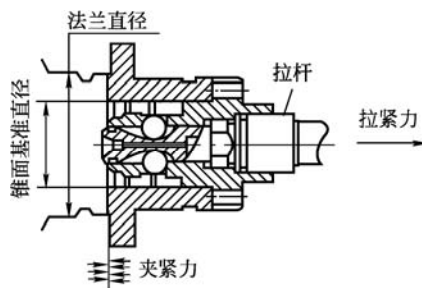

图 1-15 KM 工具系统
2) KM 工具系统。KM 刀柄是 1987 年美国 Kennametal 公司与德国 Widia 公司联合研制的 1:10 短锥空心刀柄, 其长度仅为标准 7:24 锥柄长度的 1/3, 如图 1-15 所示。在夹紧机构拉杆上设有两个对称的圆弧凹槽, 该槽底为两段弧形斜面。夹紧刀柄时, 拉杆向右移动, 钢球沿凹槽的斜面被推出, 卡在刀柄上的锁紧孔斜面上。刀柄向主轴孔内拉紧后, 薄壁锥柄产生弹性变形, 使刀柄端面与主轴端面贴紧, 实现锥面和端面同时接触双面定位。